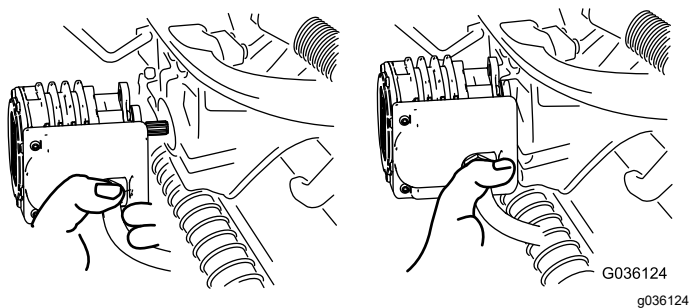

Figura 66
- Mueva el motor al lugar de almacenamiento en la parte delantera del brazo de suspensión (Figura 66).